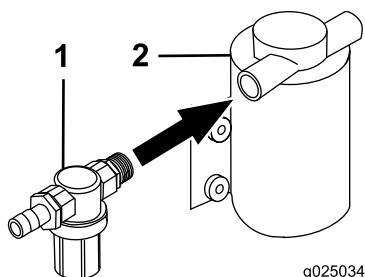

Figure 12
6. Fixez le filtre sous pression à la pompe de rinçage (Figure 12).